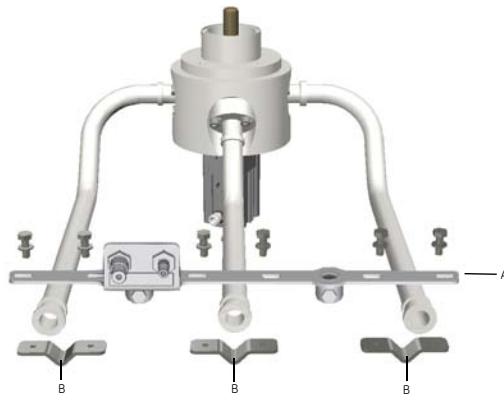

Figura 5.73: A: Supporto tubo, B: Staffe supporto tubo
- 5 Posizionare la valvola di gestione della fase mobile in modo che il relativo tubo sia in posizione corretta all'interno del suo supporto. Rimontare la staffa del supporto sul tubo della fase mobile e serrare leggermente i bulloni, in modo che il tubo sia ancora libero di scorrere sotto la staffa (fare riferimento alla Figura 5.73), per consentire le regolazioni in posizione quando il supporto del tubo viene rimontato sulla piastra di spallamento inferiore.
- c Serrare i bulloni sulle staffe del supporto del tubo (fare riferimento alla Figura 5.73 B). I bulloni devono essere serrati in modo uniforme e non eccessivamente, per evitare danni ai tubi.